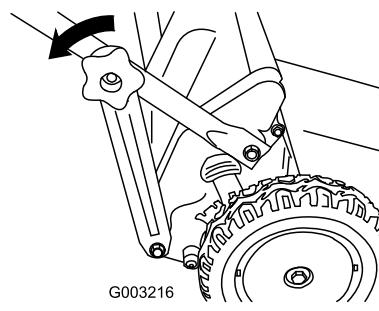

Figure 13
- Retirez les boutons de fixation des supports aux extrémités de la partie inférieure du guidon (Figure 13).